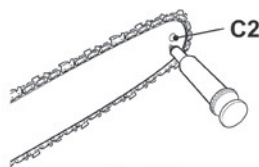

Fig. 68
- > Utilizando uma pistola de lubrificação descartável, insira a ponta da agulha no orifício de lubrificação (C2) e injete massa até surgir no rebordo exterior da roda dentada (Fig. 68).